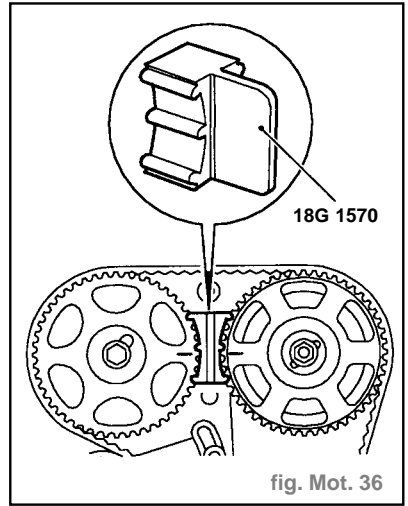

fig. Mot. 36
- Faire tourner le vilebrequin dans le sens des aiguilles d'une montre pour aligner les repères de calage du pignon d'arbre à cames (fig. Mot. 36).